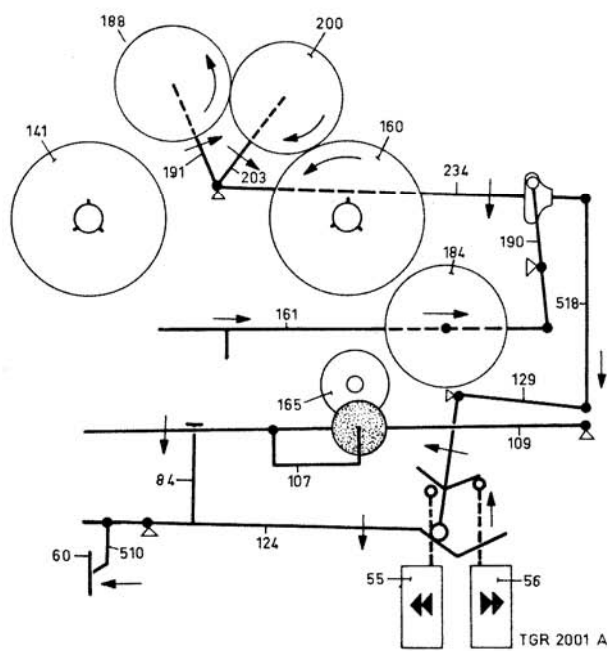

Fig. 9
Situatie in stand snel voorwaarts spoelen (wind), zie fig. 9
Wordt bij ingedrukte "pauze"-toets ook nog de "wind"- of "rewind"-toets ingedrukt, dan wordt de "pauze"-toets automatisch via beugels pos. 124, 510 en 60 ontgrendeld (zie fig. 9 en 10).